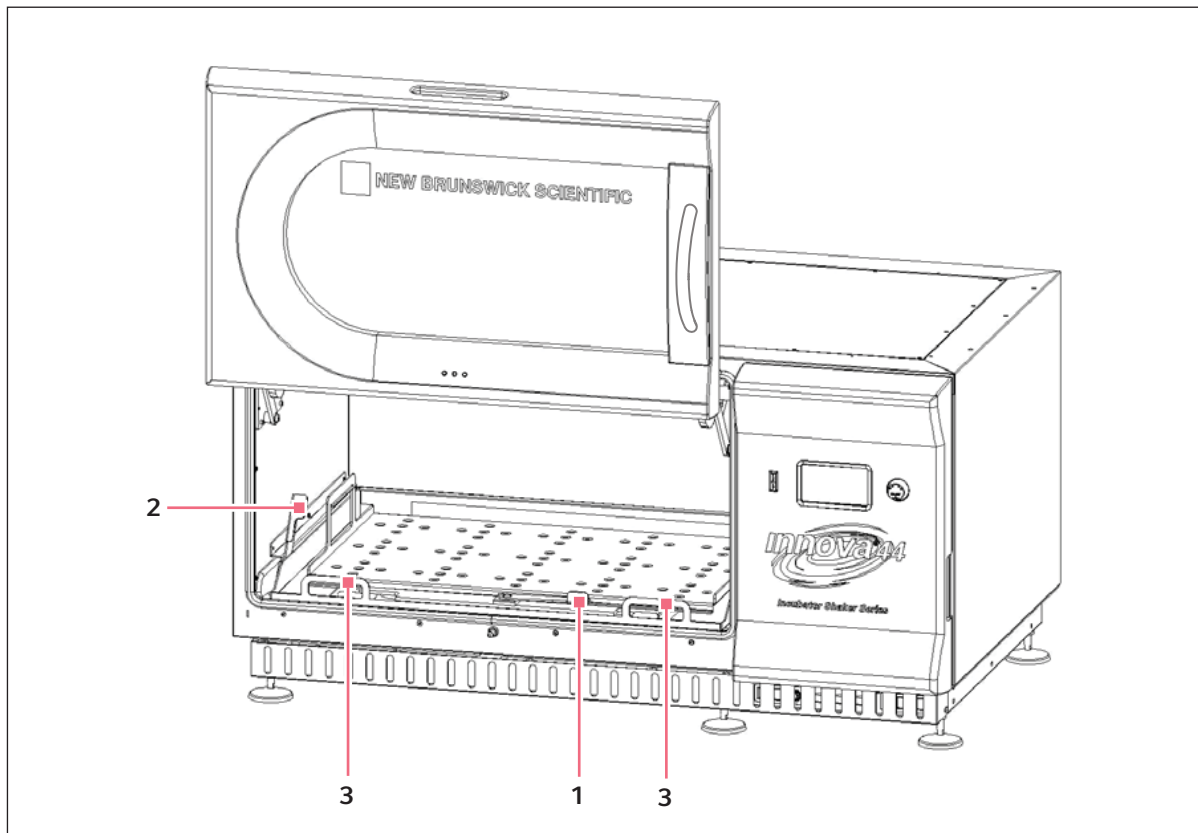

Abb. 8-2: Ausziehplattform installieren
1. Setzen Sie die Plattform so auf die Sub-Plattform, dass die beiden Schlitzlöcher hinten in der Plattform unter den Blöcken hinten an der Sub-Plattform eingeführt sind und sich die Griffe des Ausziehträgers am vorderen Rand befinden und nach oben zeigen. Orientieren Sie sich dabei an der Abbildung unten (siehe Abb. 8-2 auf S. 43).